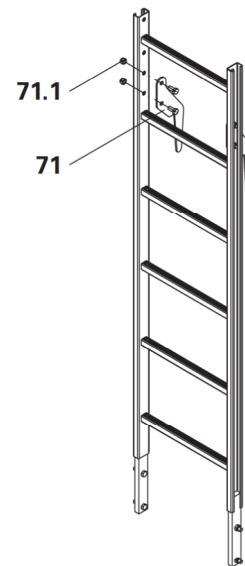

Fig. B4.02
3. Agganciare nella parte superiore la scala da appendere. (Fig. B4.02 + B4.03)